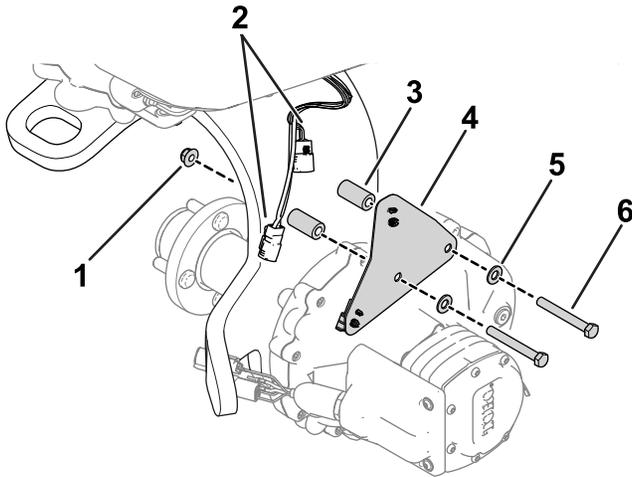

Figura 2
2. Retire los herrajes que fijan el soporte del arnés a la horquilla de la rueda giratoria (Figura 2).